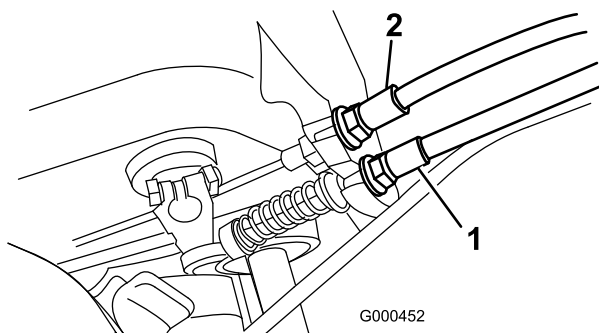

Figura 49
2. Para aumentar la tensión del cable, afloje la contratuerca delantera del cable y apriete la contratuerca trasera del cable (Figura 49) hasta que la fuerza necesaria para engranar el control de tracción sea de 4,5–5,9 kg.